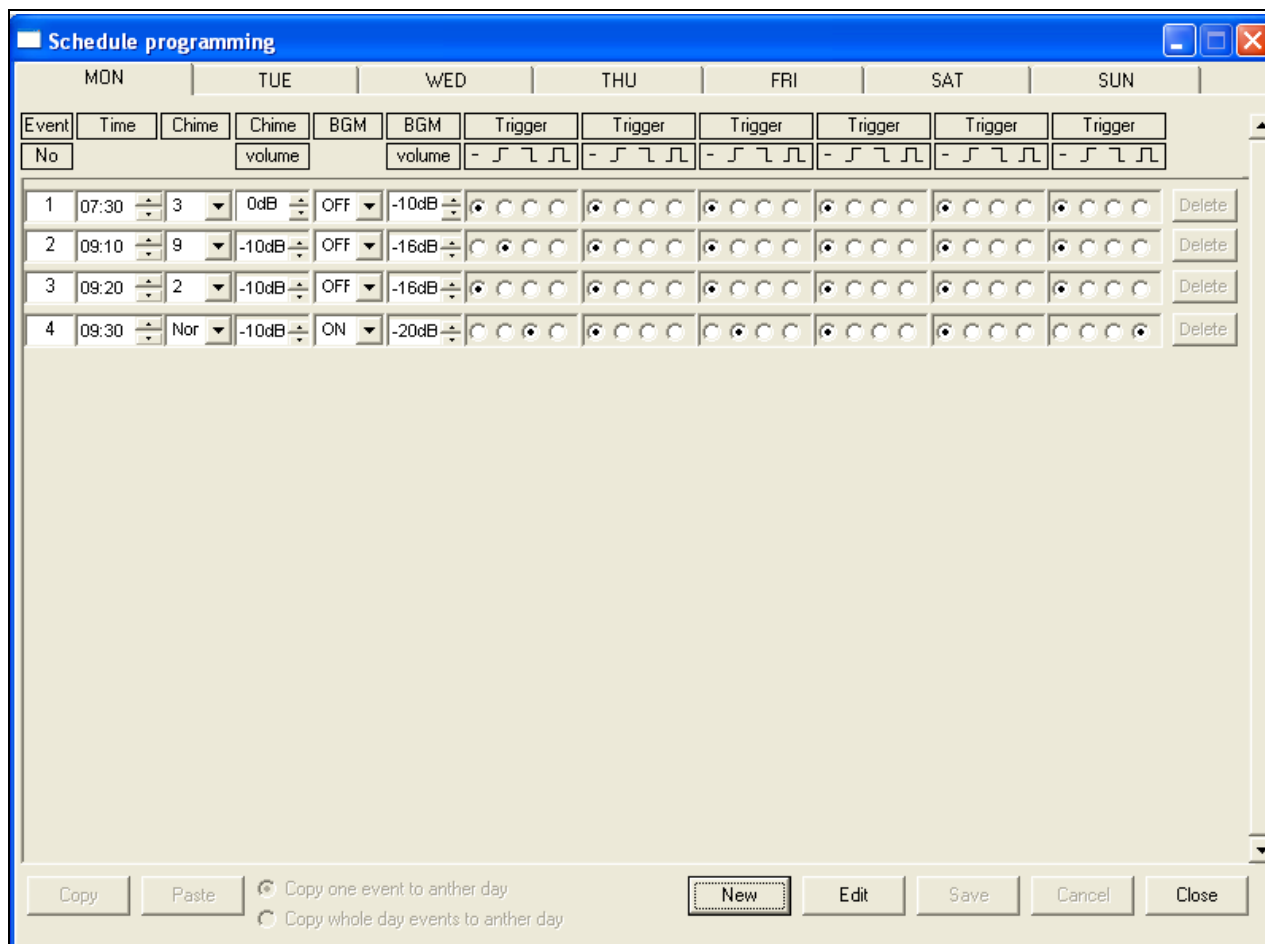

Abbildung 8.14: Fenster für Zeitplanprogrammierung
- Zuordnung bestimmter Eigenschaften wie etwa die Zeit, zu der das Ereignis eintritt, bzw. der Typ des zugehörigen Hinweistons oder des erforderlichen Triggersignals (siehe Abbildung 8.14).
- 2 Wählen Sie die zu öffnende Konfigurationsdatei und klicken Sie dann auf Open. Daraufhin wird die Konfiguration geladen und im Fenster Schedule programming angezeigt (see Abbildung 8.14).